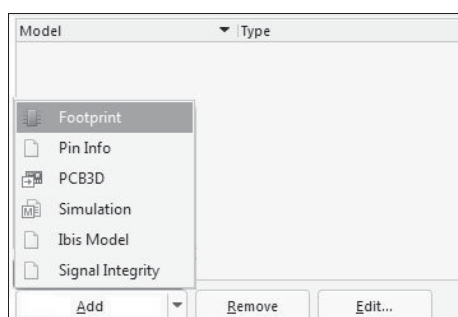
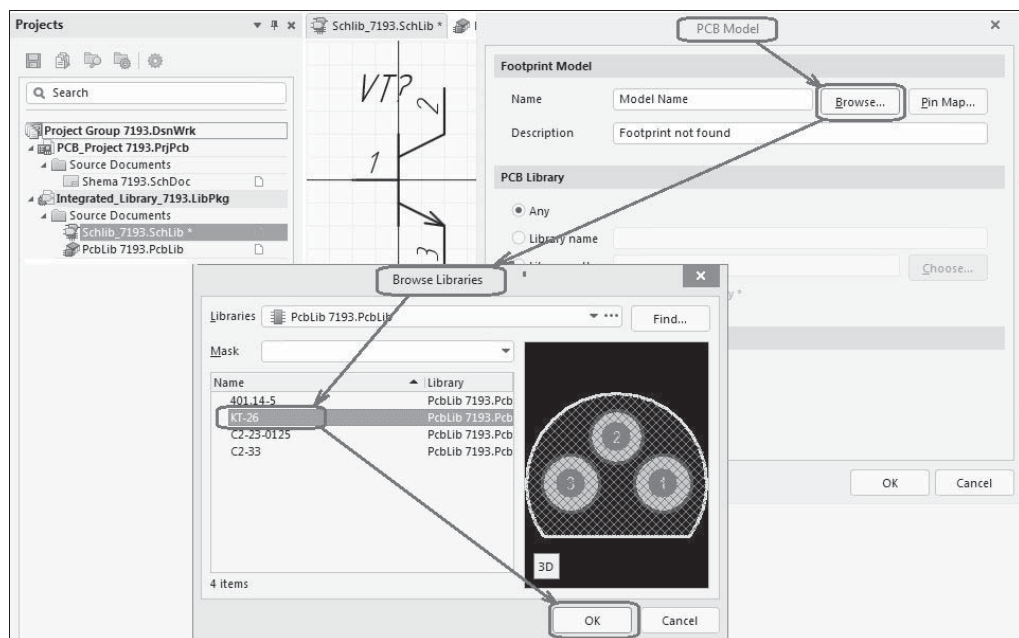
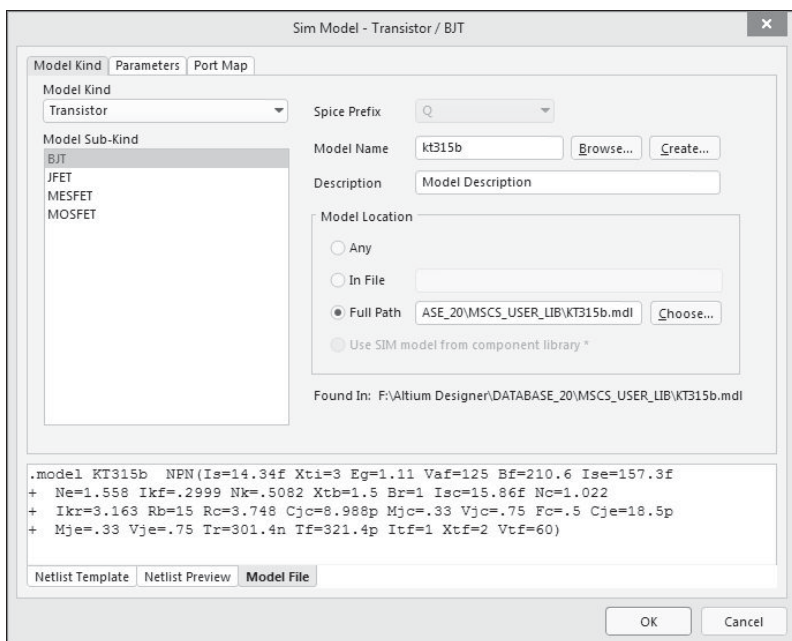

Рис. 2.24. Управление подключением моделей
Рис. 2.25. Поиск и присоединение модели ТПМ
Рис. 2.27. Диалоговое окно поиска SPICE-модели
1. В активном документе схемной библиотеки щелчком на многофункциональной кнопке **Add** раскройте выпадающий список моделей (рис. 2.24) и выберите **Footprint** — откроется диалоговое окно поиска модели PCB Model (рис. 2.25).
1. Для присоединения SPICE-модели к аналоговым компонентам следует той же кнопкой **Add** активизировать контекстное меню и выбрать **Simulation** (см. рис. 2.24) — откроется диалоговое окно поиска моделей **Sim Model** (рис. 2.27).
1. Щелчком на кнопке **Add** в нижней области окна графического редактора схемной библиотеки (см. рис. 2.24) раскрыть контекстное меню и выбрать команду **Signal Integrity**.